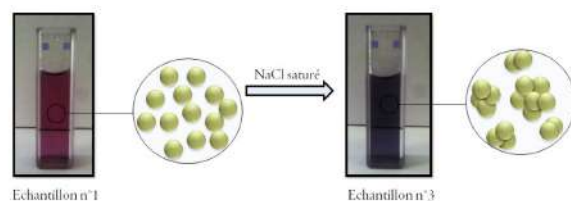

FIGURE 3 – Changement de couleur pour la troisième solution
10. Prélever **1 mL** de l'échantillon 1 (rouge) **qui n'a pas été jeté** et ajouter **environ 2 mL** d'eau distillée. Ajouter quelques gouttes de NaCl saturé. *Indication : apparition d'une couleur bleue.* (voir Fig.3)